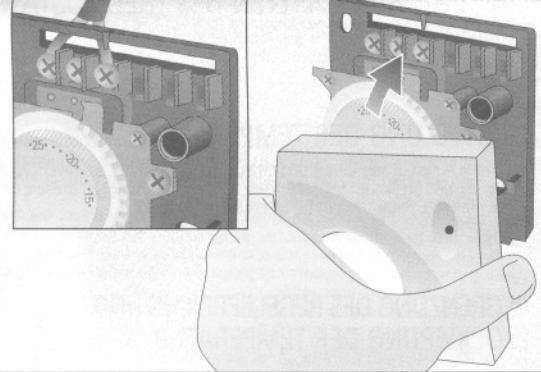

fig.10 - εικ.10
C) Portare i fili dell'impianto attraverso la feritoia praticata sulla base ed eseguire gli allacciamenti alla morsettiera in conformità allo schema elettrico riportato all'interno del prodotto; riagganciare il coperchio alla base. (fig.10)
C) Thread the power supply wires through the slot in the base and connect them to the terminals as per the wiring diagram sketched inside the appliance. Snap the front cover back. (fig.10)